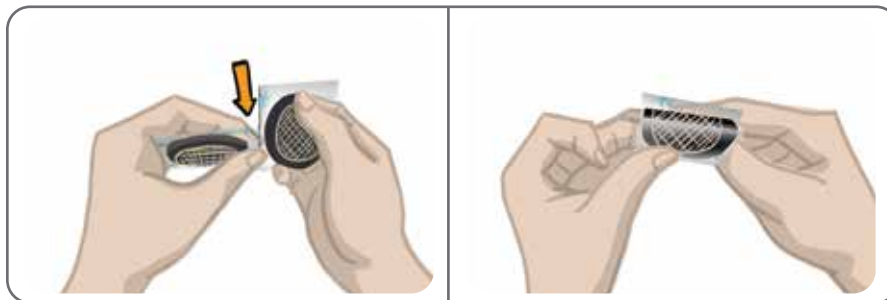

Abbildung 8-2: Abtrennen der Hydrogel-Elektroden und Teilen der zweigeteilten Schutzfolie
2. Trennen Sie die beiden neuen Hydrogel-Elektroden entlang der Perforationslinie voneinander. Siehe Abbildung 8-2.
3. Teilen Sie die zweigeteilte Schutzfolie auf den Elektroden, und entsorgen Sie sie. Siehe Abbildung 8-2.